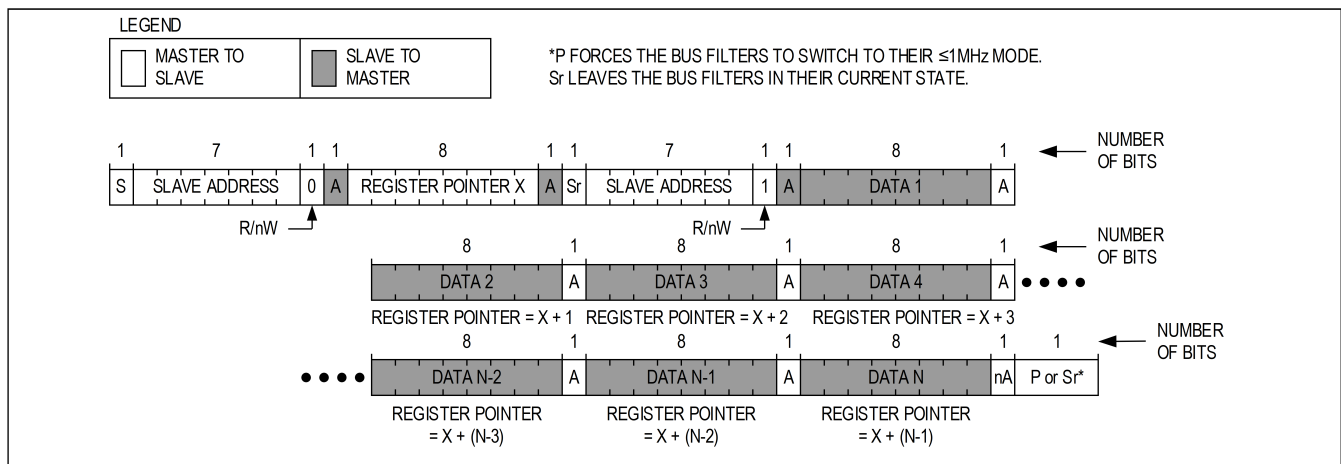

図 15. シーケンシャル・レジスタからの読出し
図 15 に、シーケンシャル・レジスタからの読出しのプロトコルを示します。このプロトコルは、マスタが ACKNOWLEDGE (A) を発行して、更にデータが必要であることをスレーブに通知することを除いて、「読出しバイト」プロトコルと同様のものです。マスタは、必要なデータをすべて取得すると、NOT-ACKNOWLEDGE (nA) と STOP (P) を発行して、送信を終了します。